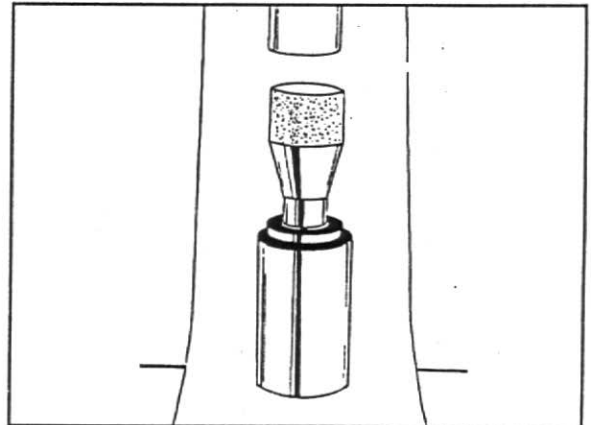

Fig. 15
1. Monte no eixo da bomba o rolamento traseiro com a face blindada voltada para o lado do rotor, juntamente com o espaçador. Vire o eixo e monte o rolamento dianteiro com a face blindada voltada para o lado da polia. Utilize uma prensa e as ferramentas nº 8130418 e 8130419, fig. 15.